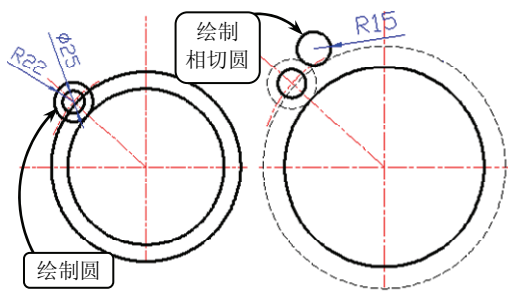

图 3-56 绘制圆和相切圆
- ④ 利用【圆】工具选取点 B 为圆心,分别绘制半径为 R22 和直径为 $\Phi 25$ 的圆。然后单击【相切,相切,半径】按钮,分别选取半径为 R22 和半径为 R108 的圆,并输入半径值为 R15,绘制与所选两圆均相切的圆,效果如图 3-56 所示。